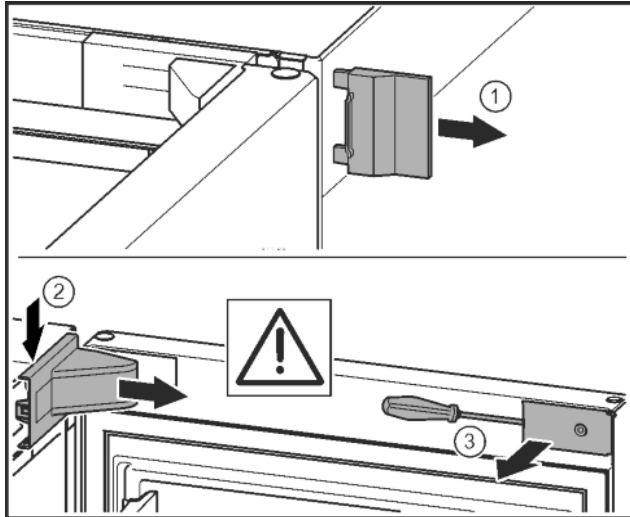

Fig. 8
- ▶ Äußere Abdeckung abnehmen. Fig. 8 (1)
- ▶ Lagerbockabdeckung mit Hilfe eines Schraubendrehers ausrasten und lösen. Lagerbockabdeckung abnehmen. Fig. 8 (2)
- ▶ Blende mit Schlitzschraubendreher ausrasten und zur Seite schwenken. Fig. 8 (3)